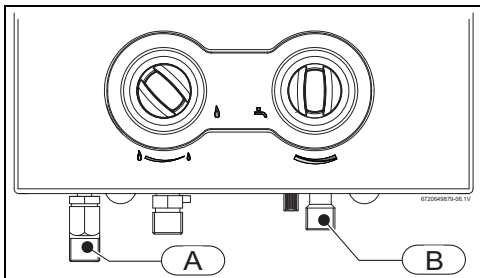

Fig. 15 Conexión del agua
- Identificar el tubo de agua fría (Fig. 15, [B]) y el tubo de agua caliente (Fig. 15, [A]), para evitar cualquier conexión equivocada.